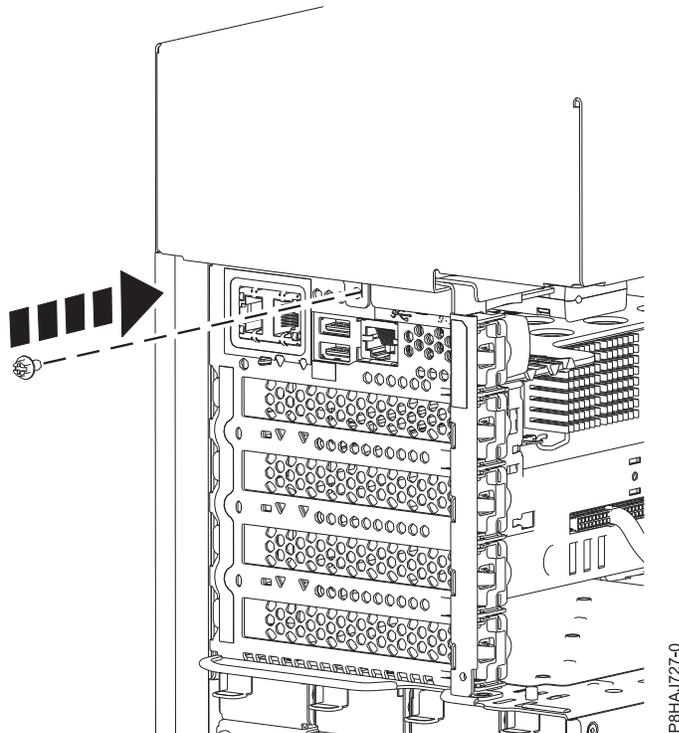

Abbildung 26. Schraube der Seitenabdeckung bei einem eigenständigen System vom Typ 8286-41A anbringen
5. Bringen Sie die hintere Schraube der Seitenabdeckung mit einem Kreuzschlitz-Schraubendreher an (siehe Abb. 26 auf Seite 44).